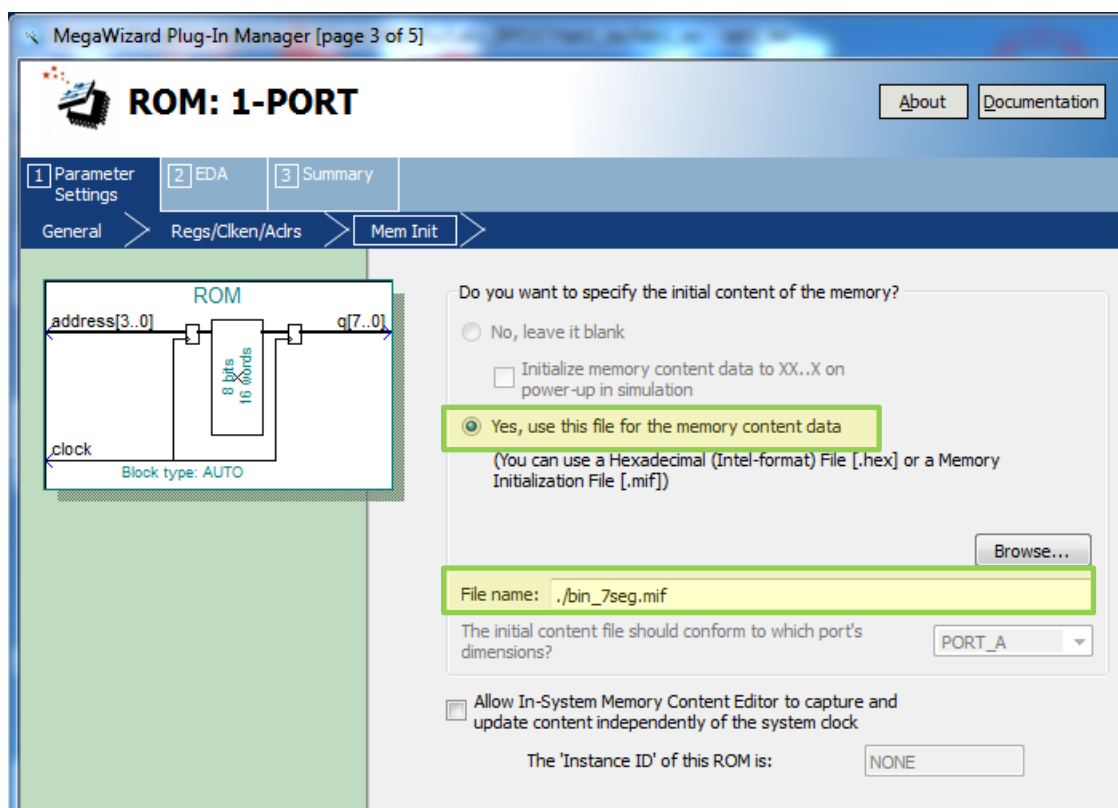
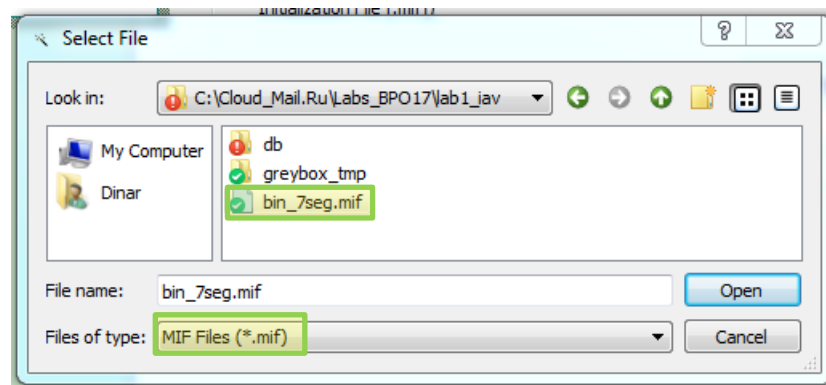

Рис. 12 Окно настройки экземпляра выбранного компонента (page 3)
Рис. 13 Окно выбора файла инициализации памяти ROM
- 3.5. В появившемся окне “MegaWized Plug-In Manager [page 3 of 5]” установите параметры как на рис. 12. В окошке **File name** с помощью кнопки **Browse** выберите созданный ранее файл **bin_7seg.mif** (рис. 13). Выполните «Open», затем «Next».